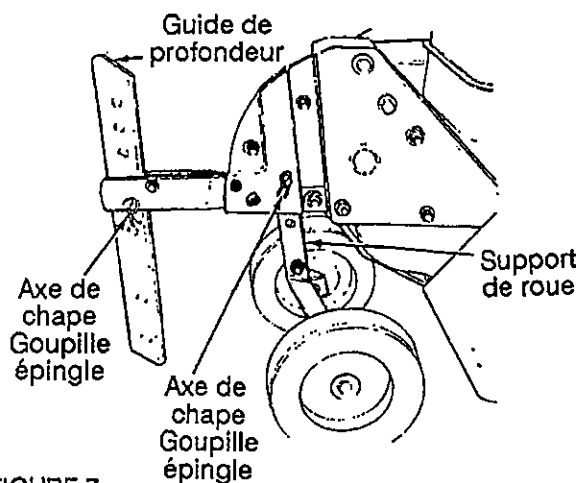

FIGURE 7
Pour l'expédition, les roues sont réglées pour que la machine soit de niveau. Au fur et à mesure que les dents pénètrent dans la terre et que l'avant du motoculteur s'abaisse, les roues doivent être relevées pour mettre la machine de niveau. Ceci est essentiel au bon fonctionnement du moteur. Pour effectuer ce réglage, enlevez l'axe de chape et la goupille épingle de la fourche des roues, relevez les roues à la hauteur voulue et remettez l'axe de chape et la goupille épingle en place. Voir la figure 7.
2. **Réglage du guide de profondeur:** Il joue le rôle d'un frein et contrôle la profondeur et la vitesse de travail de la machine. Enlevez l'axe de chape et la goupille épingle pour relever ou abaisser le guide de profondeur. Voir la figure 7.